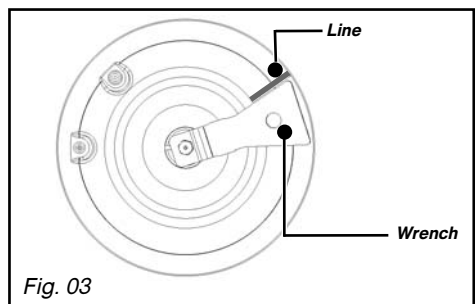

Fig. 03
Dans une installation existante, un tube souple équipé de ses colliers de serrage (conforme à la norme XP D 36-110) dont la durée de vie est de 5 ans peut être utilisé. Il est nécessaire dans ce cas d'utiliser un about sans oublier de mettre en place un joint d'étanchéité entre l'about et le coude de la table (Fig. 03).
- Turn the wrench clockwise until the line appears on the other side (Fig. 03).